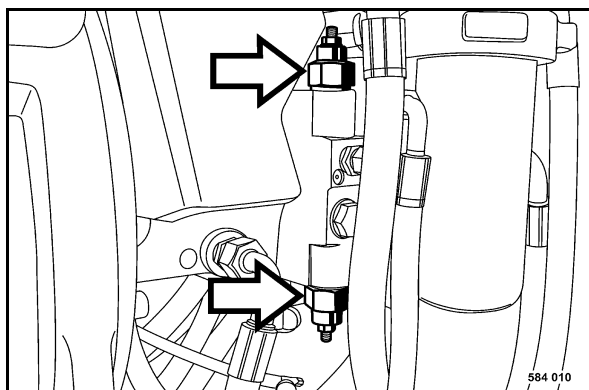

Fig. 110
- Desserrer les contre-écrous des deux limiteurs haute pression (Fig. 110) pour ouvrir le by-pass de la pompe d'entraînement de translation.